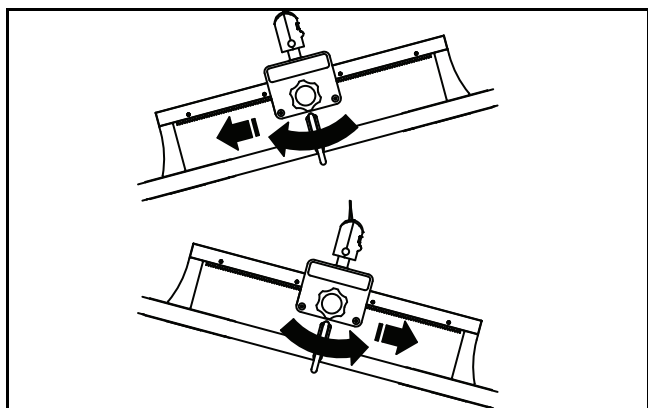

図 10
- 4) ストレッチャーフレームを水平にするには、ノブを回してサポートブラケットをストレッチャーフレームが下がっている側に移動します（図10参照）。